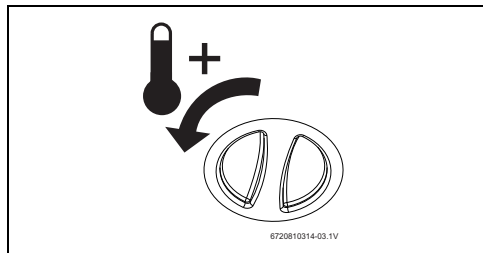

Рис. 9 Повышение температуры
- ▶ Установите ограничитель температуры на максимальное значение. Для этого поверните регулятор температуры влево до упора (→ рис. 9).